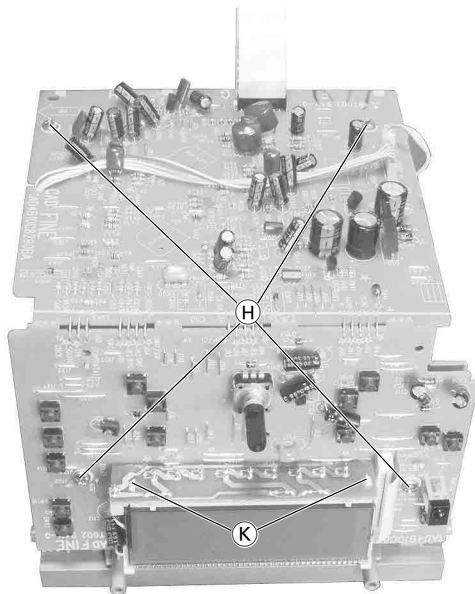

Fig. 5
- 4 Schrauben (H) (Fig. 5) herausdrehen.
- 2 Rastnasen (K) austrasten (Fig. 5) und Displaybeleuchtung abnehmen.
- Undo 4 screws (H) (Fig. 5).
- Disengage 2 catches (K) (Fig. 5) and remove the Display Illumination.